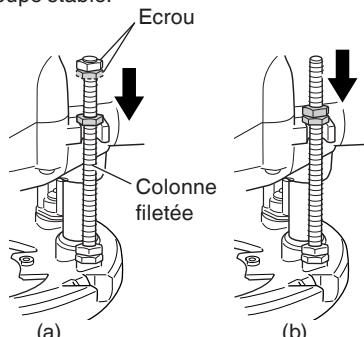

Fig. 6
- ④ Resserrez le bouton papillon. Alignez l'indicateur de profondeur avec la graduation "0" de l'échelle.
- ⑤ Desserez le bouton papillon et élévez-le jusqu'à ce que l'indicateur soit aligné avec la graduation représentant la profondeur de coupe souhaitée. Resserrez le bouton papillon.
- ⑥ Desserez le levier d'arrêt et appuyez sur le corps de l'outil jusqu'au bloc d'arrêt pour obtenir la profondeur de coupe souhaitée.
- (2) Comme montré dans la Fig. 6 (a), le fait de desserrer les deux écrous de la tige filetée et de les déplacer vers le bas permet le déplacement vers le bas de l'extrémité du couteau lorsque le levier de verrouillage est desserré. Ceci est utile lorsque l'on déplace la mortaiseuse pour aligner le couteau avec la position de coupe. Comme montré dans la Fig. 6 (b), serrer les écrous supérieurs et inférieurs pour une profondeur de coupe stable.